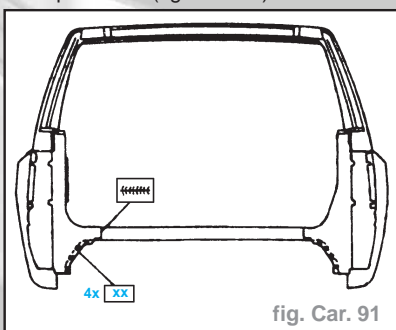

fig. Car. 91
- les panneaux latéraux extérieurs arrière de la barre arrière - chasser à la perceuse (fig. Car. 91).
- les panneaux latéraux extérieurs arrière (fig. Car. 91).